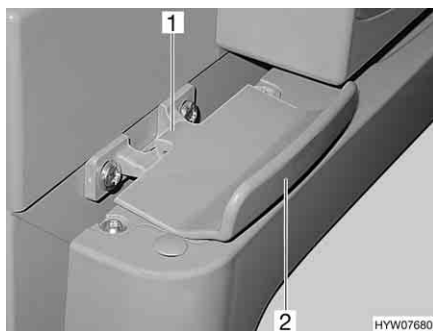

Fig. 147 Bloccaggio della porta del frigorifero, chiuso (Thetford)
*Apertura:* ■ Aprire la porta del frigorifero tirando la maniglia (Fig. 147,2). Il bloccaggio (Fig. 147,1) si sblocca automaticamente.